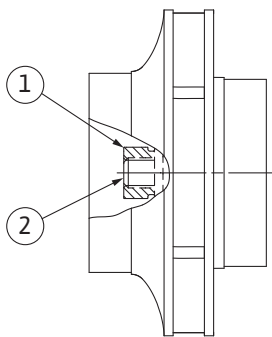

Fig. 106: Posición correcta de la tuerca del rodete tras el montaje
8. Sujete el eje con una llave de boca de 0,9 pulgadas (ancho de boca de 22 mm) y apriete la tuerca del rodete con el par de apriete prescrito (véase la tabla «Pares de apriete» [► 265]). La tuerca (Fig. 106, Pos. 1) debe quedar enrasada con el extremo del eje (Fig. 106, Pos. 2) con un margen de tolerancia de aprox. $\pm 0,02$ pulgadas (0,5 mm). Si no es así, afloje la tuerca y repita los pasos 4 ... 8.